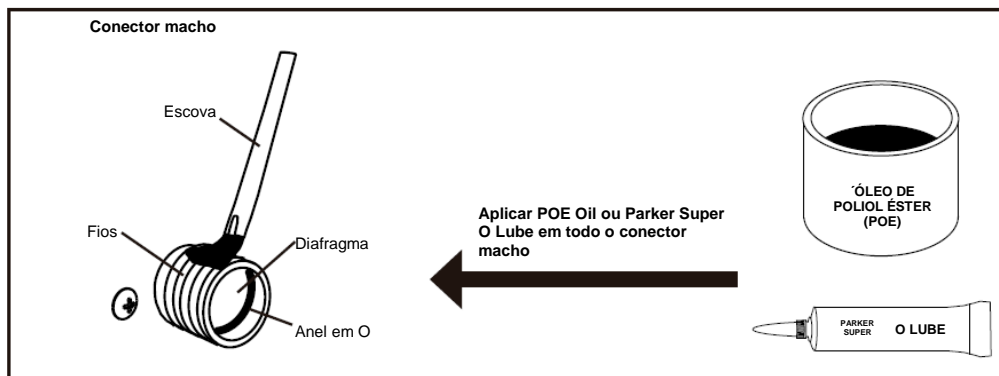

Fig. 16
- b. Aplique óleo refrigerante Polyol Ester (POE) ou Parker Super O Lube em todo o conector macho, incluindo roscas, O ring e diafragma, antes de fazer a conexão. Consulte a Fig. 16. **AVISO! Não use veda-rosca nos conectores. Use óleo refrigerante POE ou Parker Super O Lube só.**